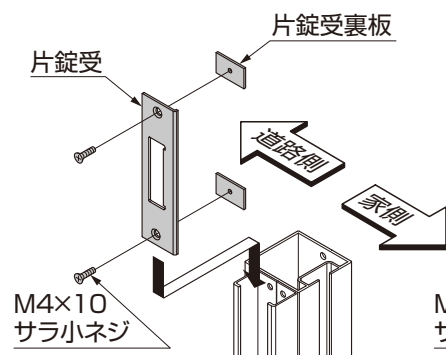
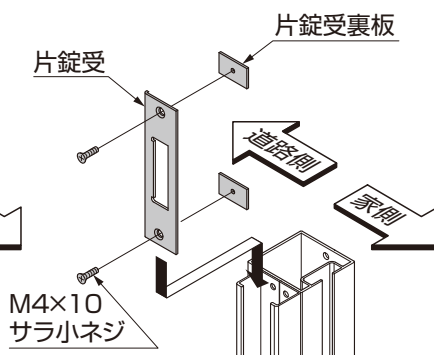

図7-3 内開き時
図7-4 外開き時
- 片錠受けは内開き時と外開き時で取付ける方向が違います。(図7-3、図7-4参照)